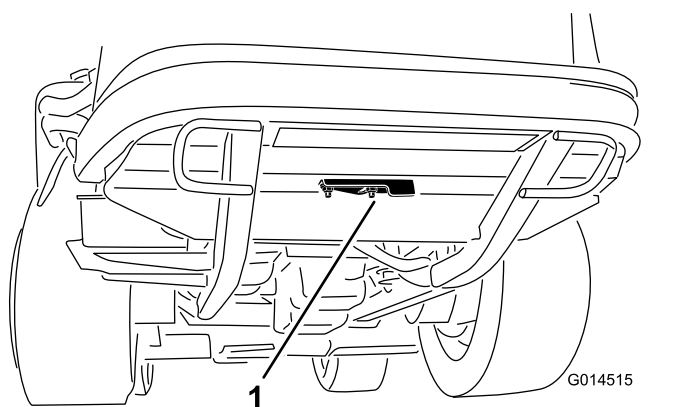

Рисунок 42
2. Ослабьте фланцевую гайку, которая крепит крышку отверстия для очистки к нижней стороне задней рамы (**Рисунок 42**). Поверните крышку, чтобы получить доступ к отверстию для очистки в раме.